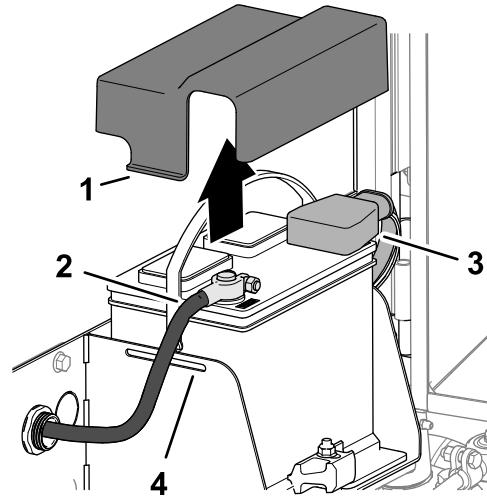

Figure 91
3. Appuyez de chaque côté du couvercle de la batterie et déposez le couvercle du support de la batterie (Figure 91).